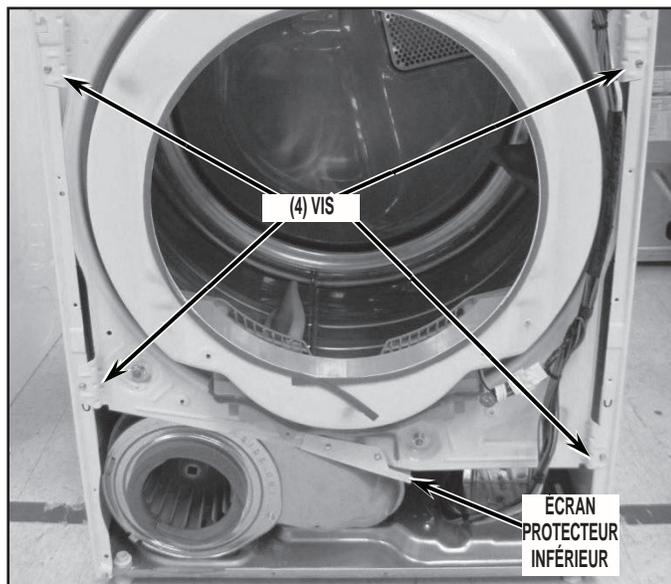

FIGURE 14
17. Ôter le module de la cloison : ôter d'abord les quatre (4) vis de fixation du module de la cloison sur la caisse; soulever légèrement le module de la cloison, et simultanément tirer sur la bride pour l'écarter du tambour, en extrayant les galets du tambour. Voir Figure 14.